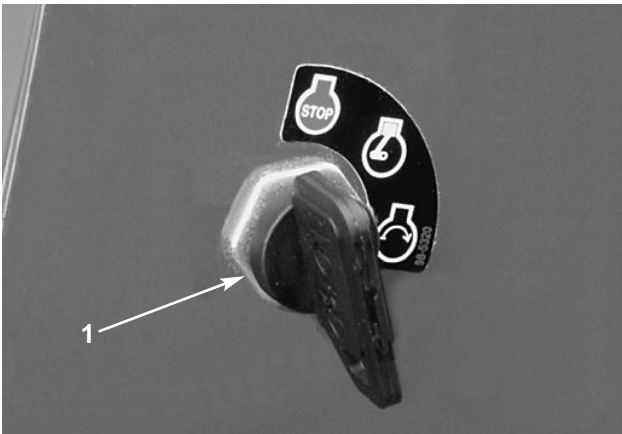

Fig. 9
Tændingskontakt (Fig. 9)—Tændingskontakten, der anvendes til at starte og standse motoren, har 3 stillinger: AFBRUDT (OFF), KØRSEL (RUN) og START. Drej nøglen med uret—START-stilling—for at aktivere startmotoren. Så snart motoren starter, slippes nøglen. Nøglen flytter sig automatisk til TILSLUTTET (ON). Motoren afbrydes ved at dreje nøglen mod uret til AFBRUDT (OFF).